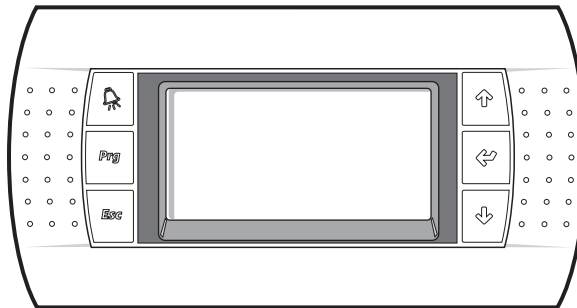

Figure 3
1.4.1. Wiring the optional RDT (Figure 3)